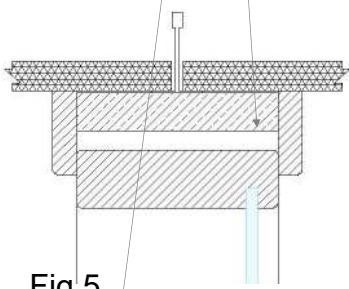

Fig 5.
- Ved montering av vegger mot systemhimmel monteres tresvill (f.eks. 22 x 98 mm), festes med skruer til skinnesystemet. Denne må angis ved forespørsel og bestilles særskilt. Fig 5 og 6.
- Gassfeltet loddes opp, og festes med skruer i topp, bunn og i sider. Fig.5,6,7.